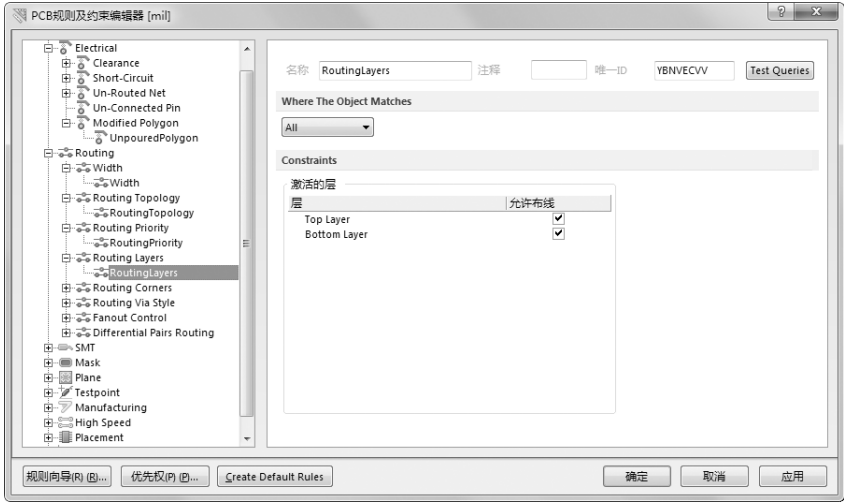

图 9-11 “Routing Layers” 规则的设置对话框
(4) “Routing Layers”（布线工作层规则）：用于设置布线规则可以约束的工作层，如图 9-11 所示为该规则。